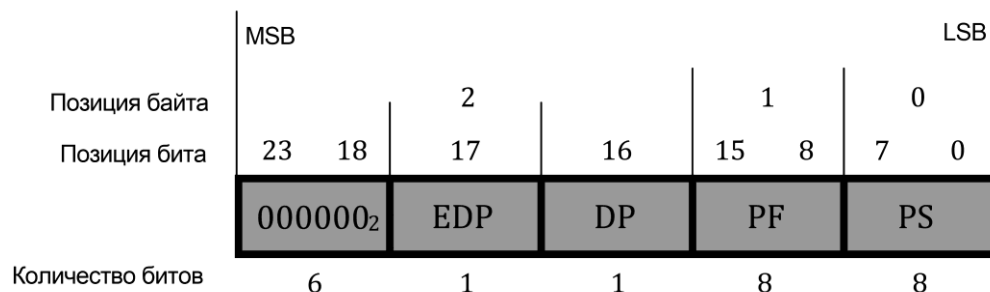

Рисунок 4 — Содержимое PGN
Номер группы параметров (24 бит) должен использоваться во всех случаях, когда необходимо идентифицировать группу параметров (PG), объединенных в поле данных PDU. PGN состоит из подполей EDP, DP, PF и PS идентификатора CAN (см. рисунок 4) и используется для идентификации или обозначения группы параметров. Номер группы параметров не зависит от остальных полей идентификатора CAN.